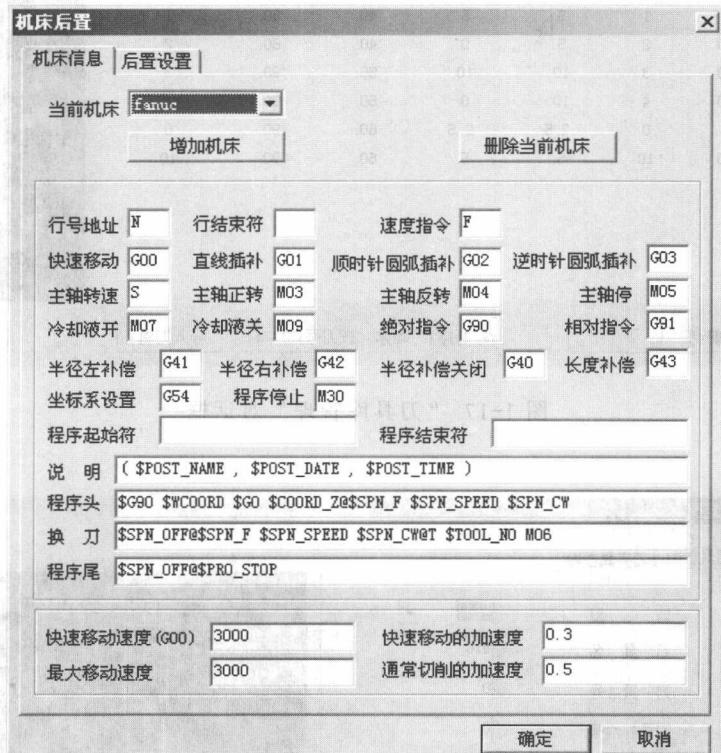

图 1-19 “机床后置”对话框
1) 选择【加工】→【后置处理 (P)】→【机床后置】命令，弹出“机床后置”对话框，如图 1-19 所示。